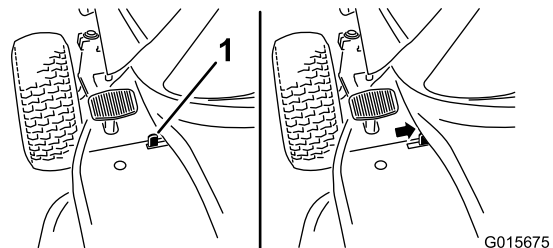

Figura 5
3. Mueva la palanca del freno de estacionamiento hacia un lado (Figura 5) y levante poco a poco el pie del pedal de freno.